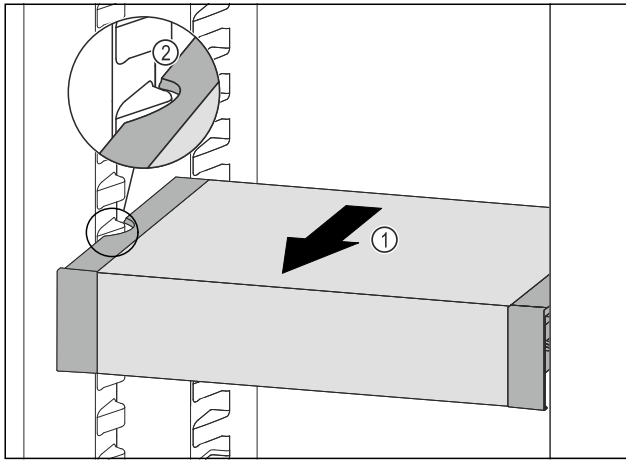

Fig. 110
- Tirer le VarioSafe vers l'avant Fig. 110 (1) jusqu'à ce que les encoches latérales du VarioSafe se trouvent au niveau de la nervure du bac dans la partie réfrigérateur. Fig. 110 (2)